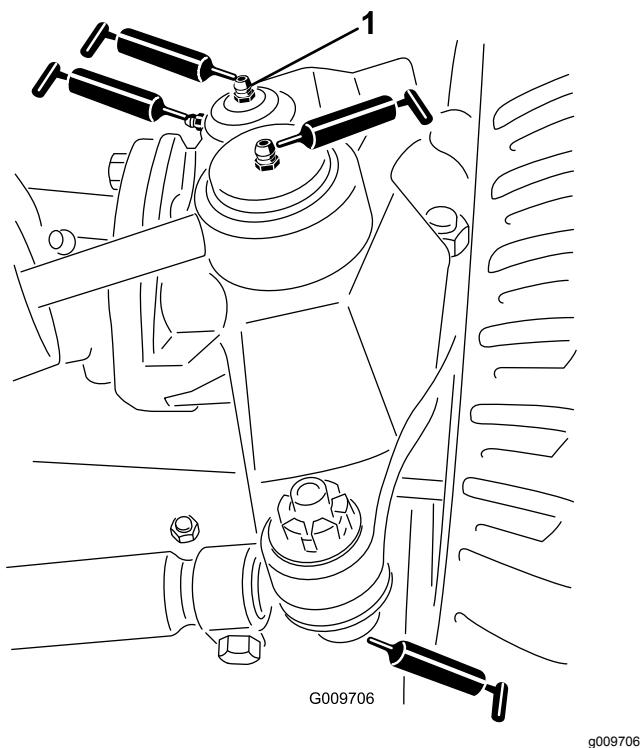

Figura 25
- Articulaciones esféricas del cilindro de dirección (2) (Figura 25)
- Articulaciones esféricas de las bielas (2) (Figura 25)
- Casquillos del pivote de dirección (2) (Figura 25). **El punto de engrase superior del pivote de dirección debe lubricarse solamente cada año (2 aplicaciones).**